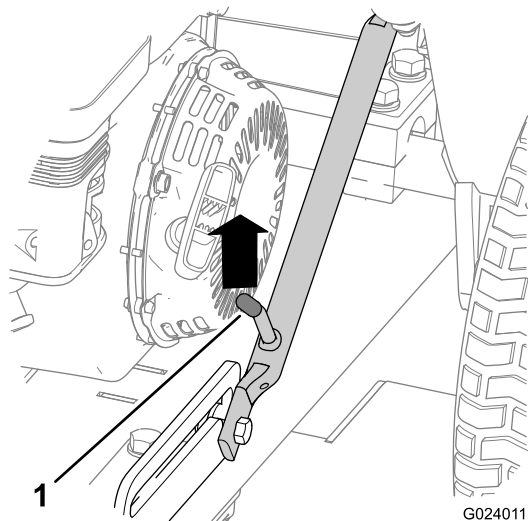

图6
3. 向上推动挂钩组件、直至闩锁杆从滑块锁销中松开 (图6)。